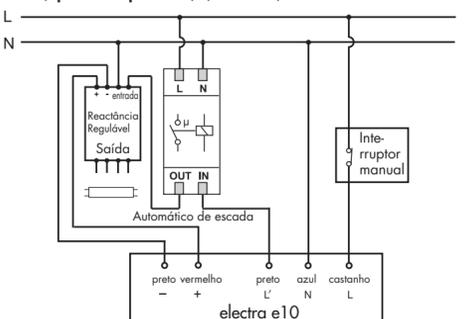

FIG.6
3.3.2 O detector controla um automático de escada (ajustar tempo a \sqrt{fL}) (ver FIG.6)